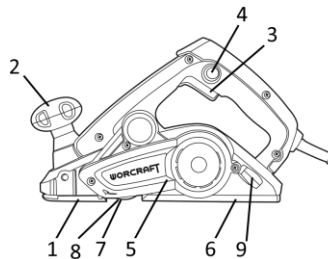

Рисунок 1
4.2 Стругання Для включення виробу спочатку натисніть кнопку блокування клавіші вимикача (4), а потім натисніть пускову клавішу 3 (рисунок 1). Для відключення виробу клавішу (3) слід відпустити. Щоб обробка була найбільш ефективною, рекомендується закріплювати заготовку під невеликим кутом, а стругання виробляти зверху вниз. Для грубої обробки м'якої деревини дозволяється використовувати максимальне занурення ножового барабану (3 мм). У випадку, якщо необхідно одержати гладку, рівну поверхню, то глибину стругання рекомендується